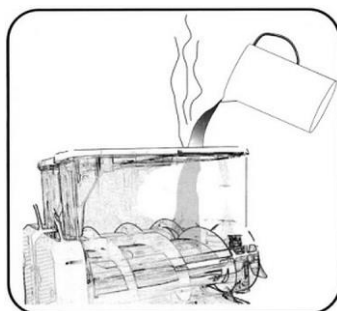

Fig. 17
2. Llene el recipiente con agua tibia y vacíelo por el grifo de descarga (Fig. 17,18).